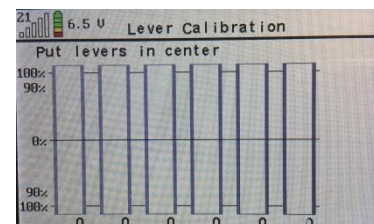

Abbildung 20
- Drücken Sie auf die Taste ( ✓ ) und Sie gelangen zu folgender Anzeige. Es wird **Put levers in center** angezeigt. Lassen Sie alle Hebel in der Mittelstellung und betätigen Sie die Hebel nicht (Siehe *Abbildung 20*).